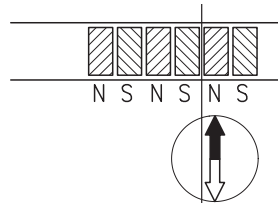

Abb. 8: Ermittlung der Polarität. Trennung des Magnetbandes.
- Wenn erforderlich mit Kompassnadel kontrollieren, wo sich die Pole am Magnetband befinden (Abb. 8).